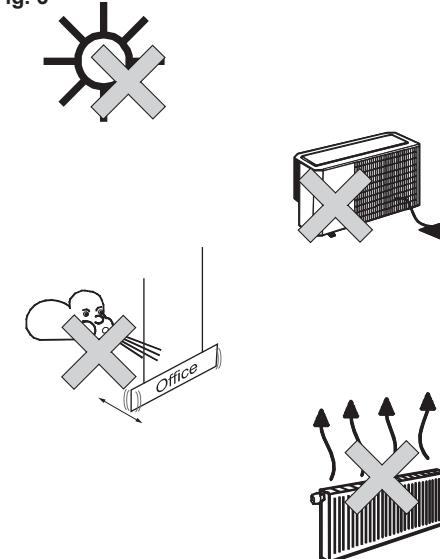

Fig. 4
- a) Optimal dagslysmåling fås ved at placere Sensor PIR 360° (Master) med ruden (light gate) rettet mod dagslysindfaldet. Fig. 4